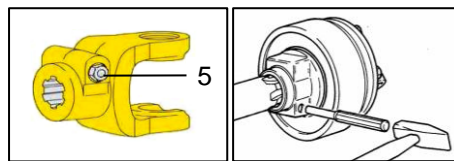

Bild 27: Klämkonelås
- Skruva ut klämkonan (Bild 27/position 5). Skjut på kraftöverföringsaxeln, ända tills att hålet i påsticksgaffeln respektive kopplingen står över ringspåret.
- Skruva ut klämkonan (Bild 27/position 5). Om det inte går att göra för hand, kan klämkonan även slås ut från den motsatta sidan (Bild 27).